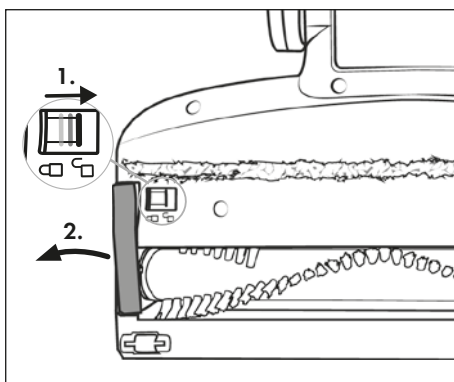

Fig. 26
- 2) Para desencastar el rodillo de cepillos 21, desplace el desencastre del rodillo de cepillos 19 con el dedo hacia el símbolo  (abrir). Tras esto, retire el soporte del rodillo de cepillos 20 del cepillo para suelos 22 (consulte la fig. 26).